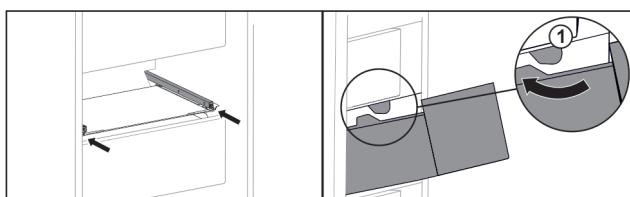

Fig. 149
- Prevedťte zásuvku okolo zarážok Fig. 149 (1).